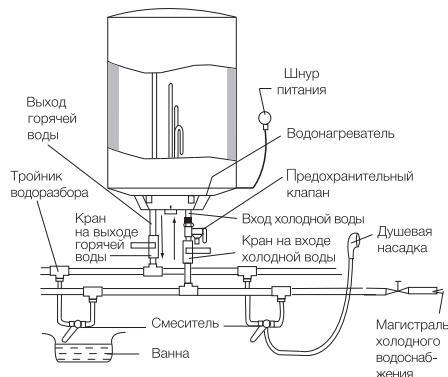

Рис. 4
- Если необходимо реализовать много-канальную систему водоснабжения, используйте способ соединения (см. рис. 4).